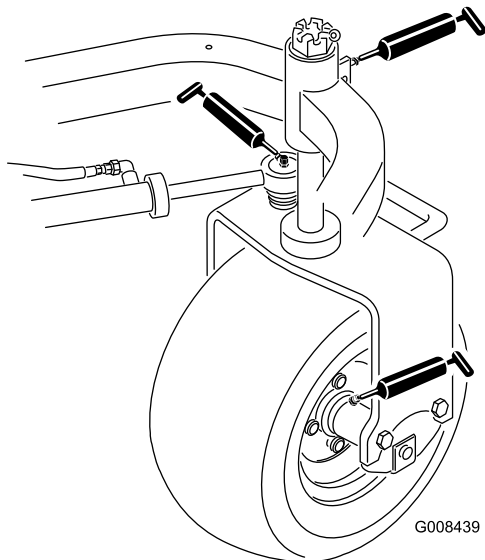

Figura 26
- Cubo da roda traseira (1) (Figura 26)
- Rolamento giratório (1) (Figura 26)
- Cilindro da direção (2) (Figura 26)